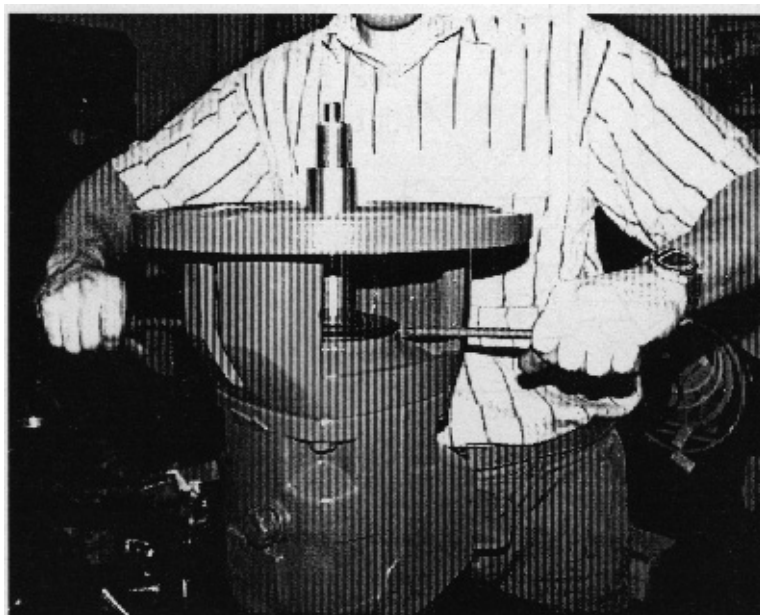

图 8.7
- 按图 8.7 用 2 把螺丝起子将防尘盘（507）取出。